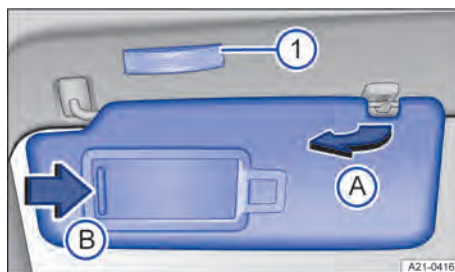

Fig. 98 Dans le ciel de pavillon avant : pare-soleil
2. Retrait du pare-soleil de son support et pivotement vers la porte → fig. 98 A
1. Ouvrez le cache dans le sens de la flèche → fig. 98 B.
L'éclaireur → fig. 98 ① s'éteint lorsque le cache couvrant le miroir de courtoisie est remis en place, ou que le pare-soleil est relevé.